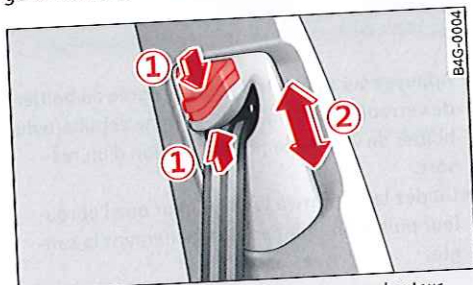

Fig. 181 Dispositif de réglage des ceintures en hauteur pour les places avant - levier de renvoi
- ▶ Déplacez le levier de renvoi vers le haut ⇒ fig. 181 (1), ou
- ▶ Comprimez la touche (1) et déplacez le levier de renvoi vers le bas (2).